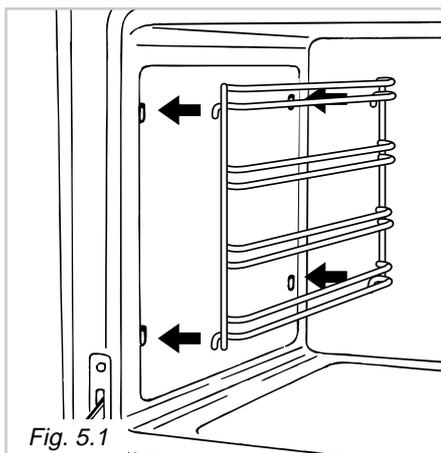

Fig. 5.1
- Accrocher les chassiss latéraux aux trous des parois latérales de l'intérieur du four (Fig. 5.1).